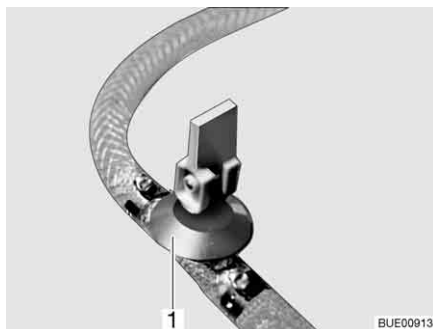
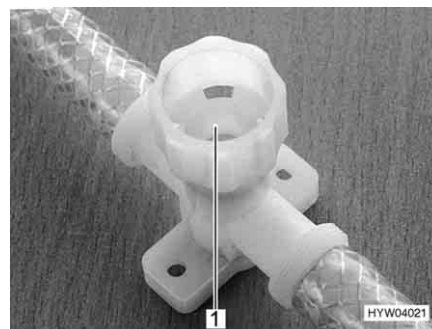

Fig. 220 Rubinetto di scarico (con leva a bilancere)
Fig. 221 Rubinetto di scarico (con tappo a vite)
- Chiudere tutti i rubinetti di scarico. Mettere la leva a bilanciere del rubinetto di scarico (Fig. 220,1) orizzontale o chiudere il coperchio del rubinetto di scarico (Fig. 221,1) in senso orario.